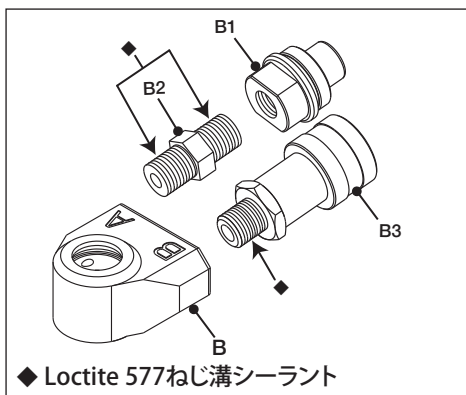

図25
スイベル構成部品については、図21と図25を参照してください。
- ・ Loctite 577 シーラントをメスカップリング (B3) とアダプター (B2) のねじ溝に塗布します。位置については図25の (◆) を参照してください。